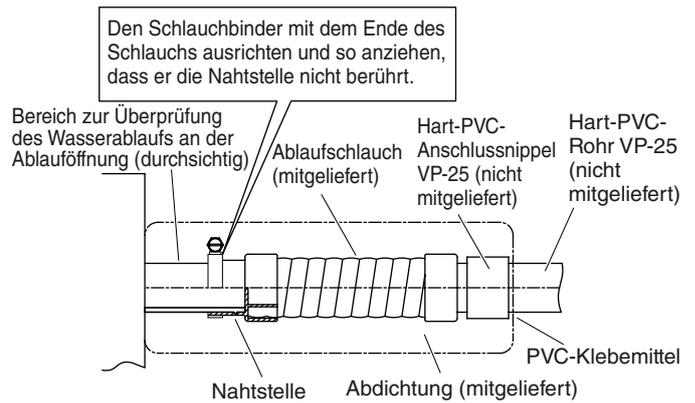

Abb. 3-10a
(1) Standard-Hart-PVC-Rohr (Außendurchmesser: 32 mm) als Ablaufleitung zusammen mit dem mitgelieferten Ablaufschlauch und dem Schlauchbinder verwenden, um Undichtigkeiten zu vermeiden. Das PVC-Rohr muss separat gekauft werden. Das Schauglas an der Ablauföffnung gestattet die Kontrolle des Abflufs. (Abb. 3-10a)
- Die Schlauchbinder so festziehen, dass ihre Sicherungsmuttern nach oben weisen. (Abb. 3-10a)